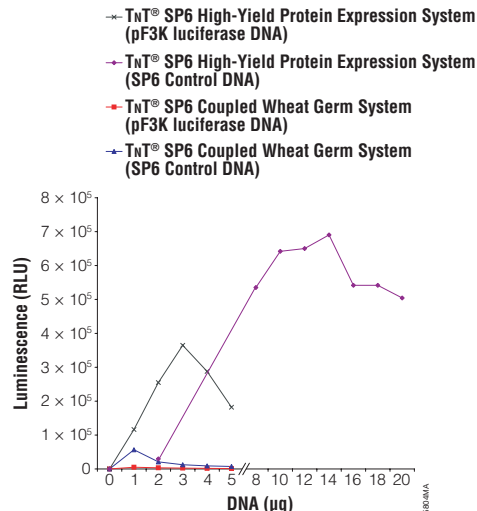

図3. ホタルルシフェラーゼタンパク質の各種鋳型DNAからの発現プロファイルの比較
図3に、プラスミドDNA濃度のほか、ベクターバックボーンの種類が機能タンパク質の合成レベルに及ぼす影響を比較した実験結果を示します。ホタルルシフェラーゼタンパク質は、TnT®反応液中でpF3K WG (BYDV) Flexi® VectorまたはSP64 Poly(A) Vector (Luciferase SP6 Control DNA ; カタログ番号L4741) から発現させました。TnT® SP6 Coupled Wheat Germ Systemにおけるタンパク質発現量は、ベクターバックボーンの種類を問わず、DNA添加濃度が約20ng/μlの条件で最も高くなりました。新製品TnT® SP6 High-Yield Protein Expression SystemでpF3K WG (BYDV) Flexi® Vectorを用い、タンパク質合成量が最高値に達したのは、DNA添加濃度が約60ng/μlの条件でした。Luciferase SP6 Control DNA濃度が240~280ng/μlの条件でTnT® SP6 High-Yield Extractを用いると、タンパク質発現レベルはさらに上昇しました。このルシフェラーゼ活性レベルは約120μg/mlに相当します。総合的にみて、TnT® SP6 High-Yield Extractを用いた場合の機能タンパク質の合成レベルは、標準的なTnT® SP6 Wheat Germ Extractと比較して約12倍高くなりました (表1)。